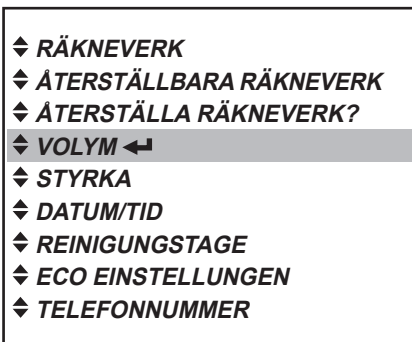

Bild 35
1. Tryck på Enter för att öppna menyn «VOLYM» (bild 35).